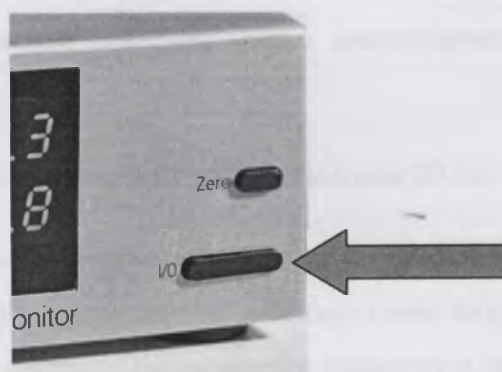

Рисунок 4.
- Когда процесс измерения закончен, выключить монитор необходимо нажатием той же кнопки I/O на передней панели (см. рисунок 4).